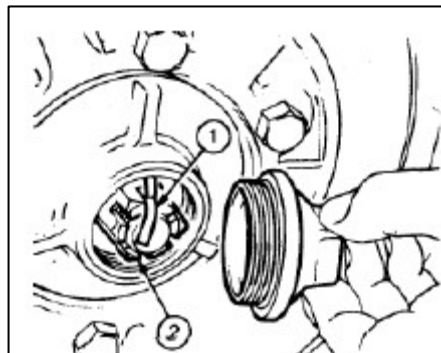

Fig. 122
2. Quite la chaveta (1 Fig. 122) y apriete la tuerca de corona (2 Fig. 122) a 60 lbs.pie. A continuación afloje la tuerca al orificio de pasador más cercano. Instale una chaveta nueva.